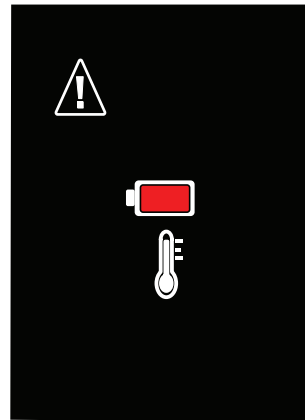

Fig. 21: Messaggio di avvertenza temperatura della batteria
- Con il rilevatore di perdite acceso e il caricabatterie collegato, il display indica la carica e il progresso con il simbolo del fulmine nell'angolo in alto a destra dello schermo (vedere Fig. 21).